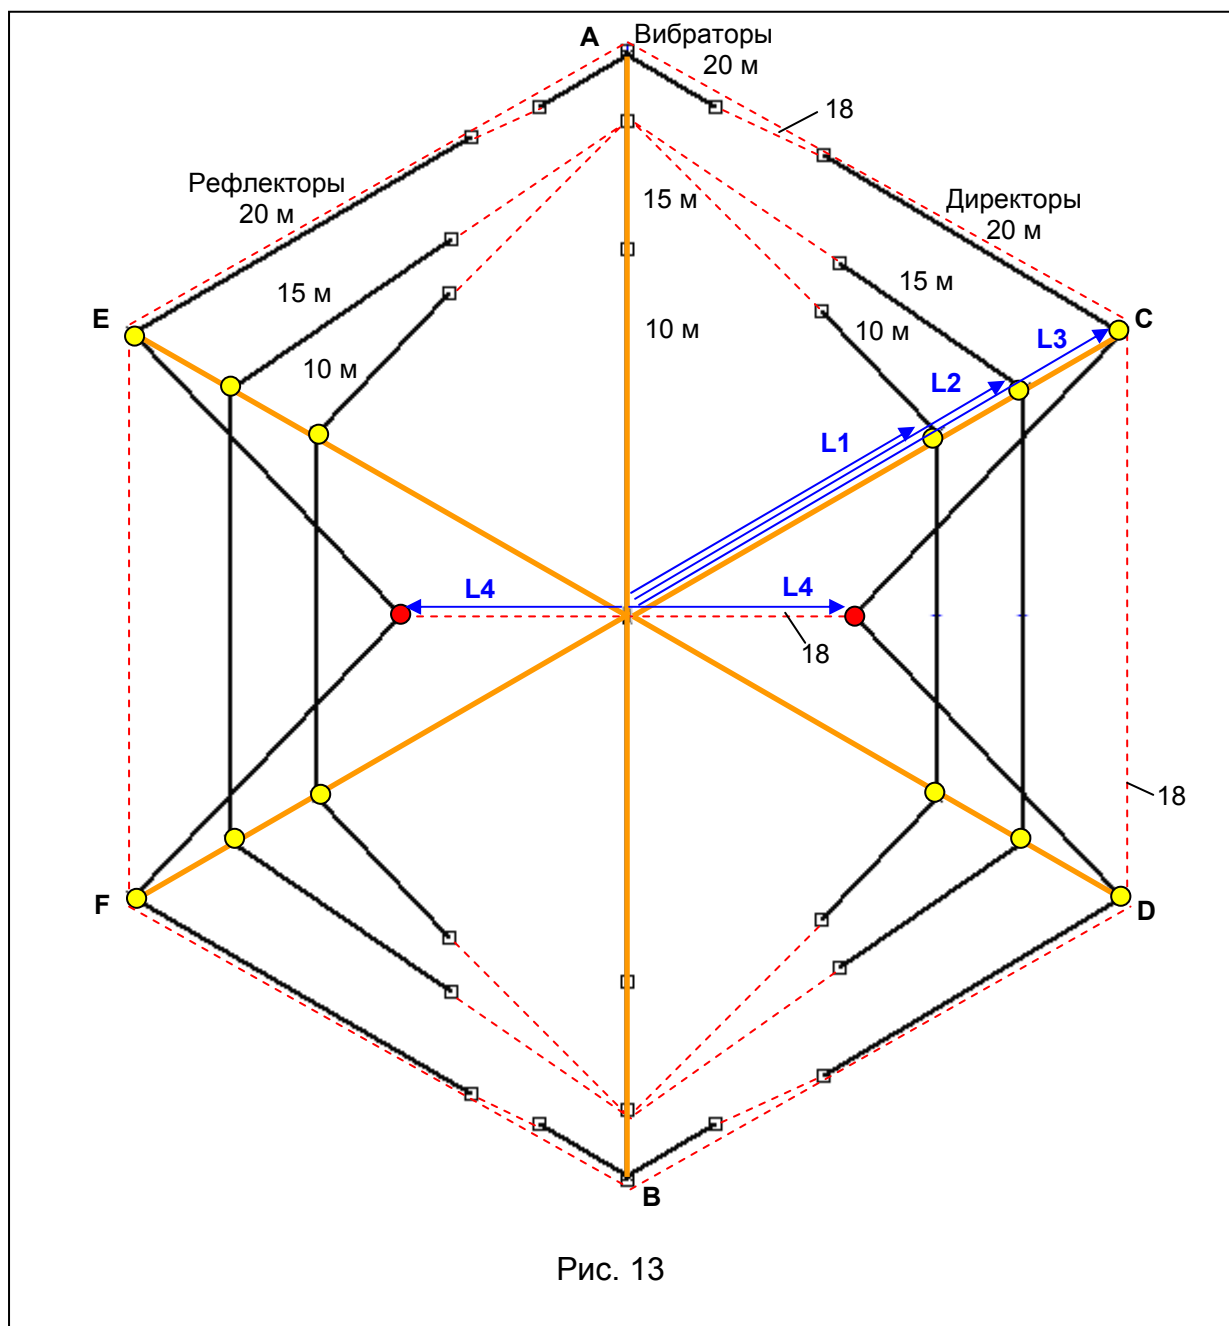

Рис. 13
Рефлекторы и директора диапазонов 10, 15 и 20 м имеют метки: на диапазонах 10 и 15 м – по две, на диапазоне 20 м – по три (желтые и красные точки на рис. 13). В точках, обозначенных на рис. 14 желтыми метками, элементы крепятся к шестам, красными - к растяжкам. Расстояния L1, L2 и L3 (места крепления элементов к шестам) отмеряются **от начала шеста** и соответственно равны **L1 = 251 см, L2 = 311 см, L3 = 394 см**. Места крепления элементов одинаковы для шестов С, D, E и F. Способ крепления элементов антенны к шесту при помощи хомута показан на рис. 12. **Очень важно, чтобы отрезок провода элемента, выступающий из под хомута (рис. 12) не превышал 2-3 см.** Для предотвращения перетирания провода элемента об хомут между элементом и хомутом должна находиться трубка ПВХ, имеющаяся на элементе.
Расстояние **L4 = 158 см** меряется от верхней части вертикальной трубы до средней метки на директоре и рефлекторе диапазона 20 м (красная точка на рис. 13).
После растяжки элементов диапазона 20 м, а также установки растяжек из арамидного троса (рис. 13), **расстояние между краями всех соседних шестов должно быть 398 см.**
Края рефлекторов и директоров диапазонов 10 и 15 м растягиваются отрезками арамидного троса (18), которые крепятся к скобам крепления вибратора диапазона 15 м (рис. 13).